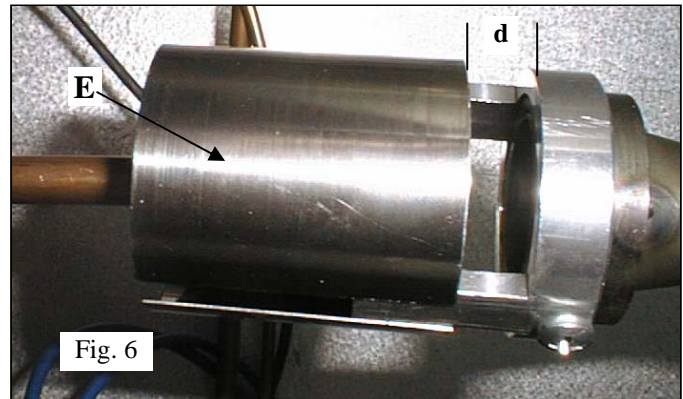

Fig. 6
(FR) Dévisser la vis de maintien de la bague d'air **E**, procéder au réglage (voir fig. 6, tableau 9 en annexe 2).
(GB) Loosen the screw that secures the air ring **E** and then adjust (see fig. 6, table 9 in appendix 2).
(NL) Draai de borgschroef van de luchtring **E** los en stel de luchtstroom in (zie fig. 6, tabel 9, bijlage 2).